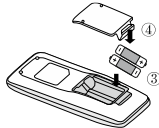

Fig. 2
3. Inserte dos pilas de 1,5 V de tamaño AAA. Asegúrese de que los polos + y - de las pilas estén orientados correctamente (véase la fig. 2 ③).
4. Vuelva a poner la tapa de las pilas (véase la fig. 2 ④).